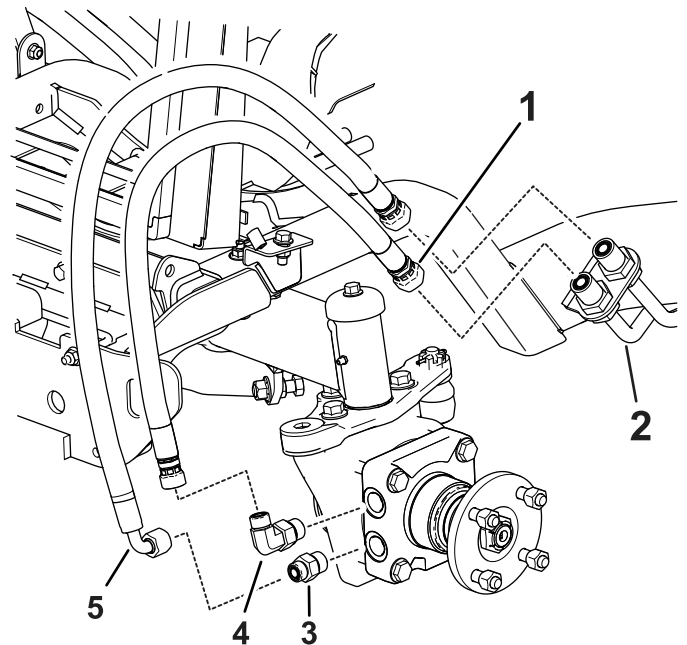

Figura 4
3. Instale a nova ligação reta e a ligação do cotovelo de 90° no motor da roda (Figura 4).
6. Instale o tubo com ligações retas na ligação do cotovelo de 90° (Figura 4).
7. Instale a ligação do cotovelo de 90° na ligação reta (Figura 4).
16. Remova uma tampa de cada vez e instale o tubo correto na linha hidráulica como se mostra na Figura 4.
17. Remova a tampa restante e instale o tubo na linha hidráulica (Figura 4).